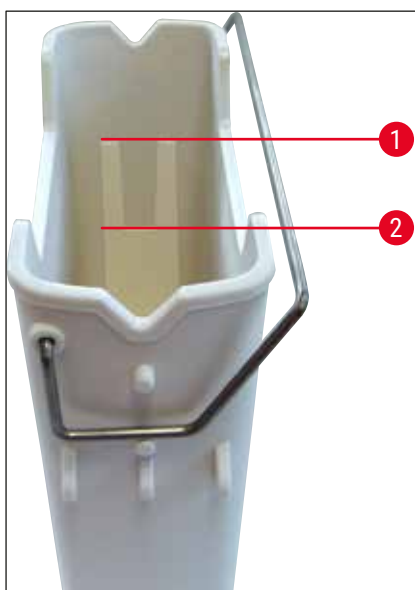
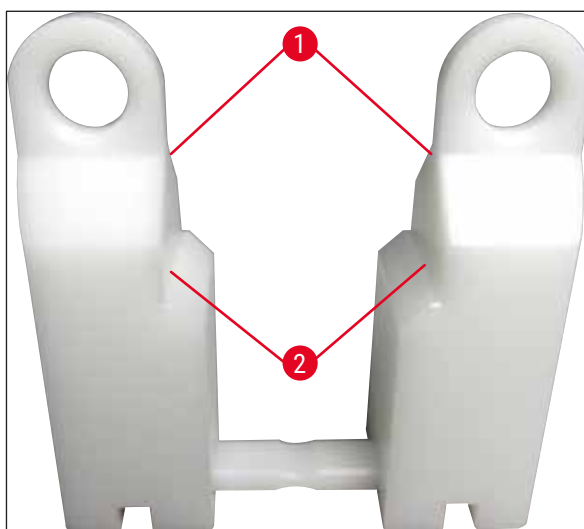

Fig. 66
Fig. 67
Kontrollér, om reagenskuvettehåndtaget er korrekt fastgjort til reagenskuvetten. Hvis det ikke er tilfældet, skal du fastgøre håndtaget i som vist på (→ "Fig. 66").
- Når du fylder en af reagenskuvettetyperne, skal du holde øje med markeringerne for påfyldningsniveauet inden i reagenskuvetterne (→ "Fig. 66") (→ "Fig. 67").
- Hvis indsætterne til specialfarvninger (→ "Fig. 67") anvendes i reagenskuvetterne for at reducere reagensvolumen, skal du indsætte dem i reagenskuvetten først og derefter påfylde reagens mindst op til det angivne minimum-påfyldningsniveau (→ "Fig. 67-2"), men ikke over maksimum-påfyldningsniveauet (→ "Fig. 67-1").